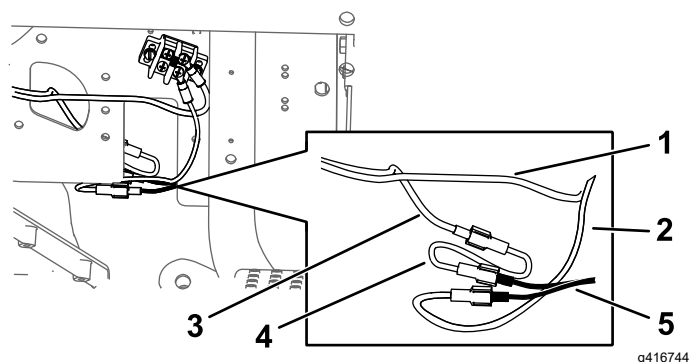

Figure 15
- A. Branchez le faisceau adaptateur d'alimentation au faisceau de câblage (Figure 15).